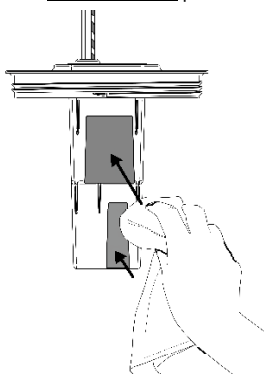

Figura 10 – Pulizia/Manutenzione
- Figura 10 Pulizia/Manutenzione
Per ottenere le prestazioni migliori, le facce del sensore sul coperchio devono essere pulite dalla sporcizia/dai residui con regolarità, almeno ogni 3 mesi. Vedere la figura 10. Non usare un detergente abrasivo.
Il sensore è coperto di sporcizia/detriti	Rimuovere con cautela il coperchio dal pozzetto di raccolta e pulire i detriti dalle facce del sensore – figura 10